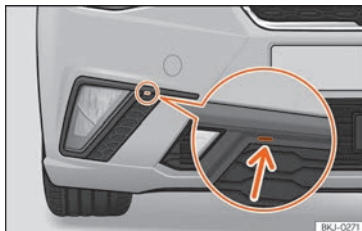

Fig. 52 Farol de nevoeiro: retirar a grelha
- Coloque uma chave de parafusos a fazer de alavanca no entalhe » **Fig. 52** [seta]. Em seguida, retire os grampos situados no contorno da grelha, fazendo um pequeno movimento de alavanca.